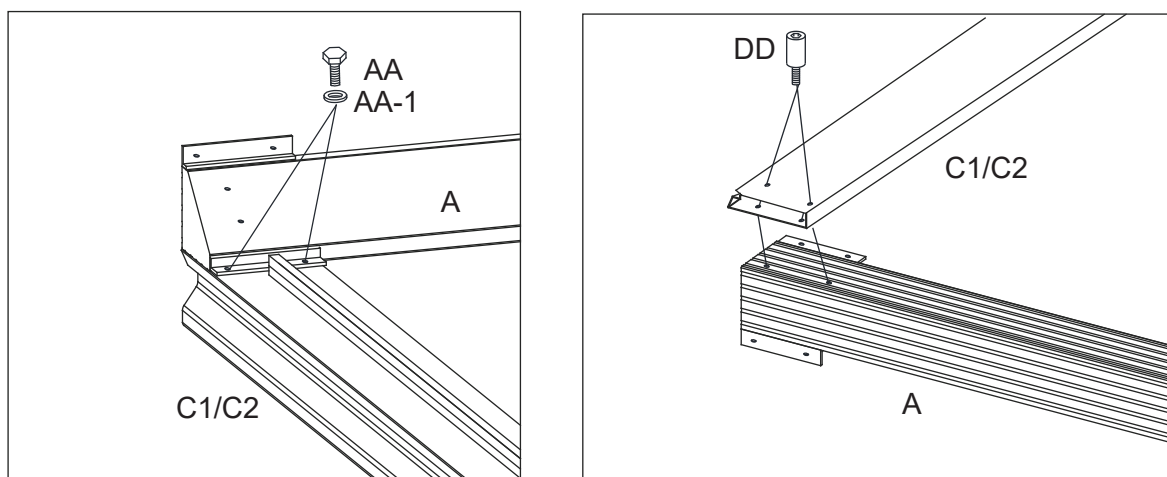

Figure 3-1
Figure 3.1. Fixez les traverses (C1/C2) à la poutre en coin (A) d'abord avec les boulons (AA) et les rondelles (AA-1), puis avec les boulons (DD). Voir la Figure 3.1